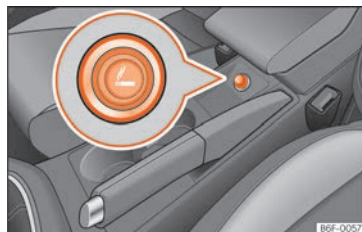

Fig. 161 Encendedor.
- Presione el encendedor » **fig. 161** para activarlo » **⚠**.